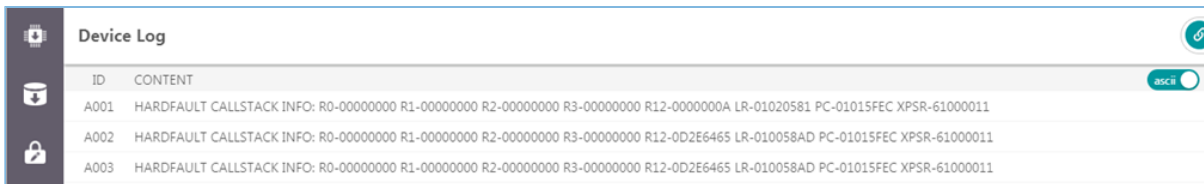

图 3-45 以字符形式显示日志
-  **ascii**：开关按钮切换至“ascii”，表示以字符形式显示日志信息，如图 3-45 所示。